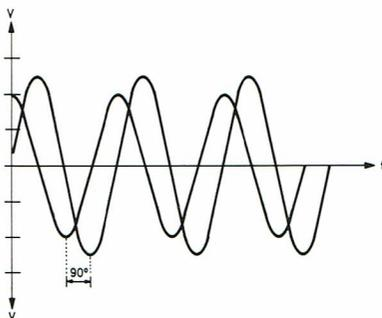

Fig.4
5. Des signaux sinusoïdaux (V-sortie) doivent alors être visibles (voir Fig. 4), ceux-ci se situant symétriquement autour de l'axe 0 et étant déphasés de 90°. Les amplitudes de ces deux signaux doivent avoir au maximum un rapport de 1:2.